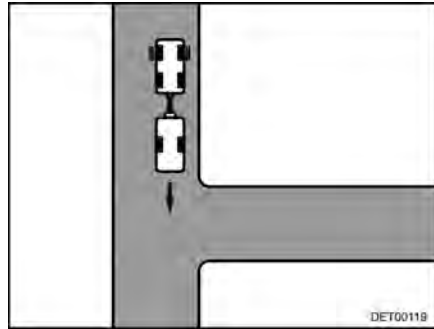

Fig. 13 Manœuvre à effectuer
- Se déplacer vers l'entrée, jusqu'à ce que l'arrière de la caravane se trouve, à peu près, à la hauteur de l'entrée (Fig. 13).